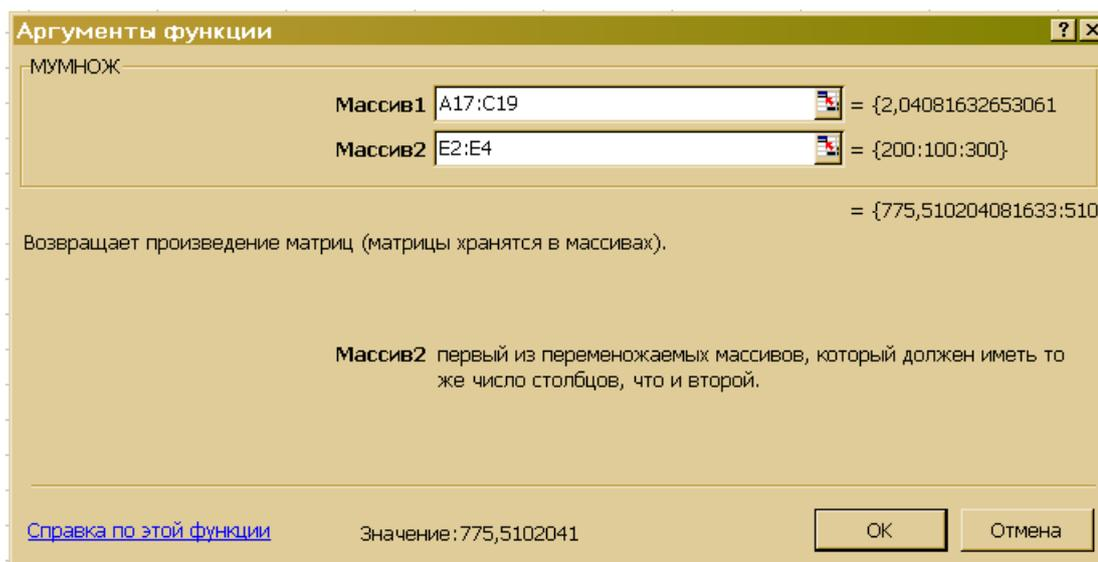

Рис. 2. Диалоговое окно умножения матриц МУМНОЖ
- появившееся диалоговое окно МУМНОЖ мышью отодвиньте в сторону от исходных матриц  $B$  и  $Y$  и введите диапазон матрицы  $B$  (диапазон ячеек A17:C19) в рабочее поле Массив 1 (протаскивая указатель мыши при нажатой левой кнопке от ячейки A17 до ячейки C19), а диапазон вектора  $Y$  (ячейки E2:E4) в рабочее поле Массив 2 (рис. 2);